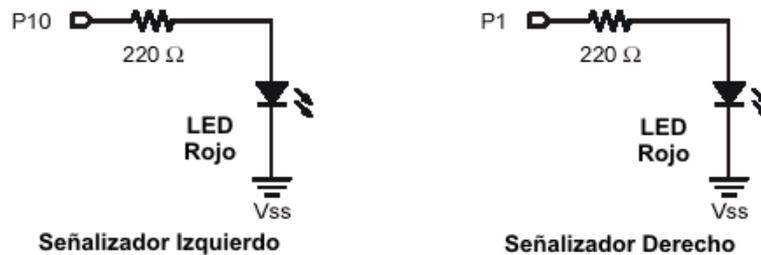
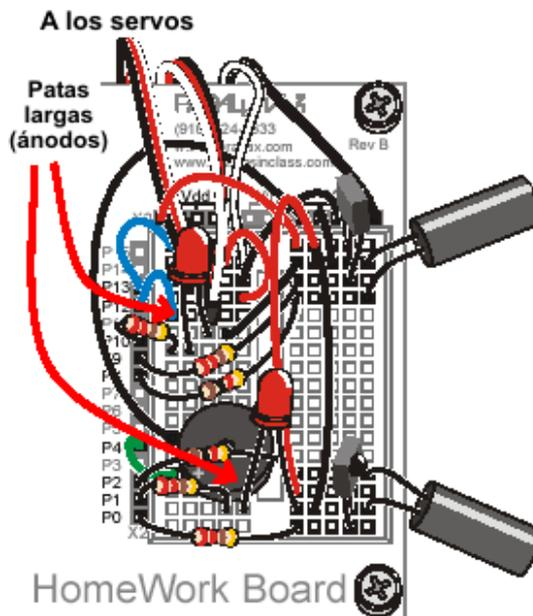

Figura 8-6.- Esquema de conexionado de los dos LED rojos de monitorización.
Figura 8-7.- Apariencia del montaje una vez montados los dos LED.
- (2) Resistencias 220  $\Omega$
- Monta el circuito de la figura 8-7 usando el esquema de la figura 8-6 como referencia